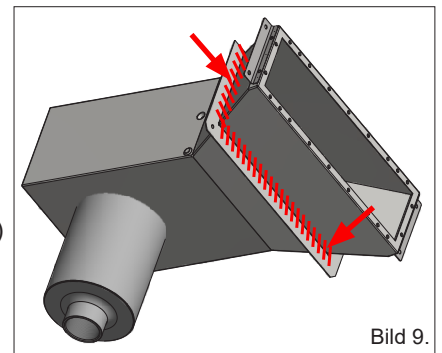

Bild 9.
1. Tragen Sie an der Fuge zwischen Betonwandflansch und Skimmergehäuse Dichtungsmasse auf (siehe Bild 9). Pahlén empfiehlt die Dichtungsmasse TEC7 von Novatech (ist bei Pahlén erhältlich) oder Aqua Max von Griffon. Beim Auftragen der Dichtungsmasse ist es wichtig, dass die Fuge dicht wird, damit Wasser nicht durch die Fuge durchsickern kann. Beachten Sie die Anweisungen zum Dichtungsmittel für Vorbereitung, Auftragen und Aushärtung.